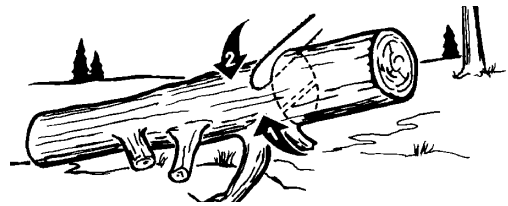

Fig. 14
2. Tronçonnage d'un tronc supporté à une extrémité: Effectuer d'abord une coupe par le dessous (sous-coupe) sur du diamètre, de manière à éviter l'éclatement du bois. Ensuite, effectuer une coupe par dessus (sur-coupe) pour joindre la première coupe et éviter tout coincage (Fig. 14).